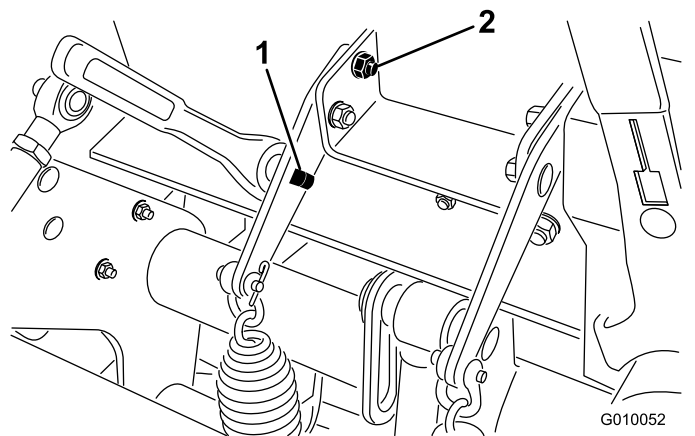

図 28
3. スプリングプレートの四角い穴に 1/2" のラチェットまたはバールを差し込む 図 28。